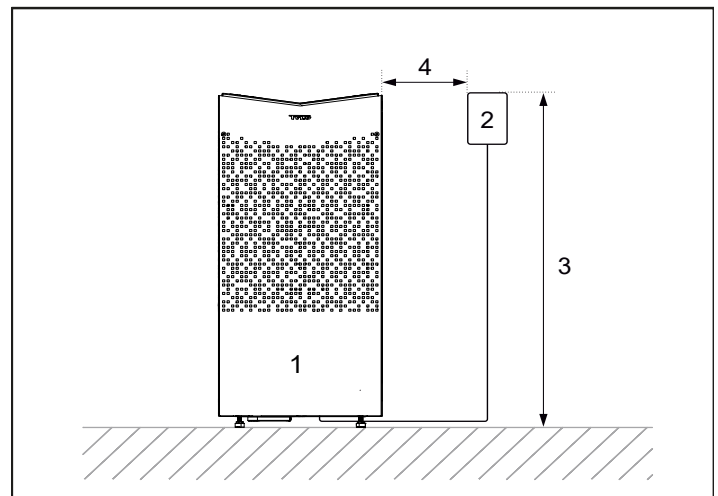

Fig 5: Säkerhetsavstånd/monteringshöjd manöverpanel
- Planera manöverpanelens placering (se medföljande anvisning för manöverpanel för tillåten placering). Se även Avsnittet Manöverpanelens placering, fig 5.
Vid placering inne i basturummet så ska manöverpanelen monteras med hänsyn till säkerhetsavstånd och monteringshöjd, se Fig 5. För privat bruk/hushållsbruk – manöverpanelen måste installeras inom synhåll från basturummet.